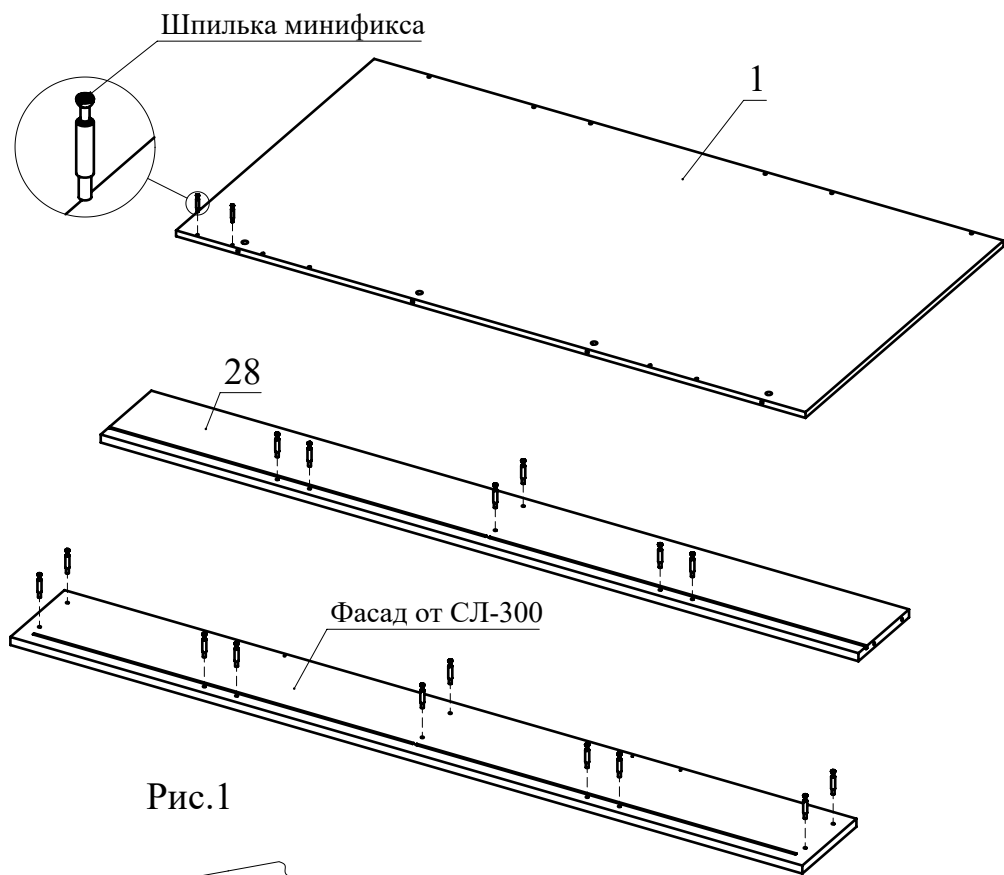

Рис.1
1. Вкрутите шпильки минификсов в детали 1, 28 и в фасад от СЛ-300 (Рис. 1).